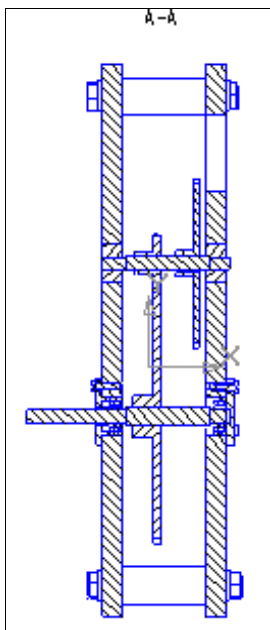

Рис. 48.2. Разрез A-A, созданный с модели Редуктор
- ◆ на разрезах и сечениях крепежные изделия (винты, болты, гайки и т. д.) и детали типа валов, осей, ручек, шпинделей показывают нерассеченными. Например, на разрезе вида Спереди модели Редуктор (рис. 48.2) вал, ось, винты и подшипники показаны в сечении. Для показа данных элементов нерассеченными: